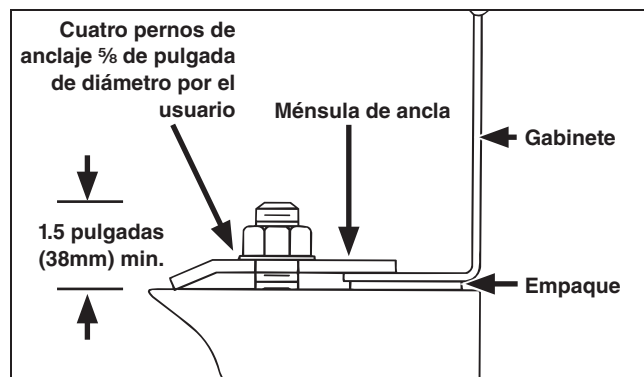

Figura 16. Un repuesto adecuado del anclaje-ménsula.
- PASO 5.** Asegure el tanque a la zapata utilizando las ménsulas de ancla proporcionadas. Ver Figura 16 en la página 15.
- PASO 3.** Asegure el gabinete al pedestal utilizando las ménsulas de anclaje que se incluyen. Ver Figura 16.